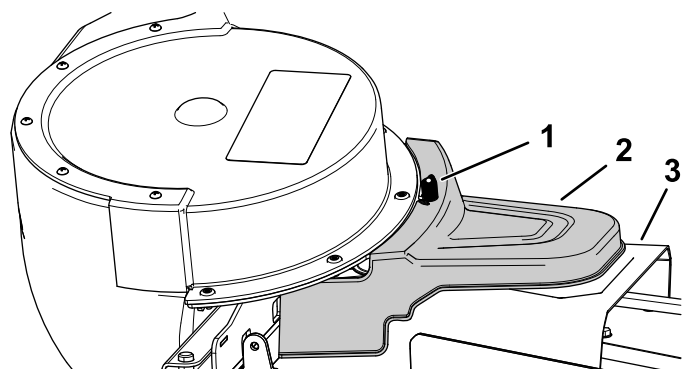

Bild 27
- Befestigen Sie die angetriebene Abdeckung des Heckfangsystems über der Riemenabdeckung und befestigen sie durch Anziehen des Handrads (Bild 27).